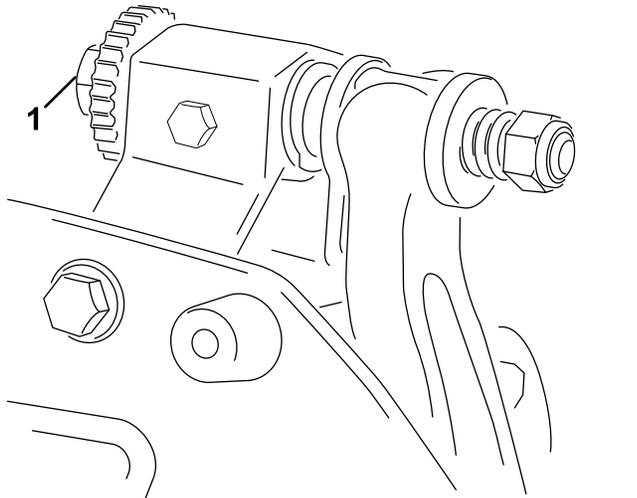

Figura 10
- A. Rode os parafusos de ajuste da barra de apoio no sentido dos ponteiros do relógio (Figura 10), um clique de cada vez, até que se veja e oça um leve contacto.
6. Rode o parafuso de ajuste da barra de apoio direita (**Figura 10**) até sentir uma ligeira pressão no calço deslizando-o de um lado para o outro. Retire o calço.